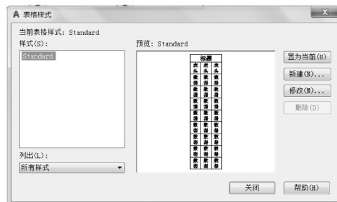

图 3.116 【表格样式】对话框
(1) 执行菜单栏中的【格式】|【表格样式】命令，打开【表格样式】对话框，如图 3.116 所示。
(2) 单击图 3.116 中【表格样式】对话框中的【新建】按钮，弹出【创建新的表格样式】对话框，在【新样式名】文本框内输入“图纸目录”，【基础样式】下拉列表中选择